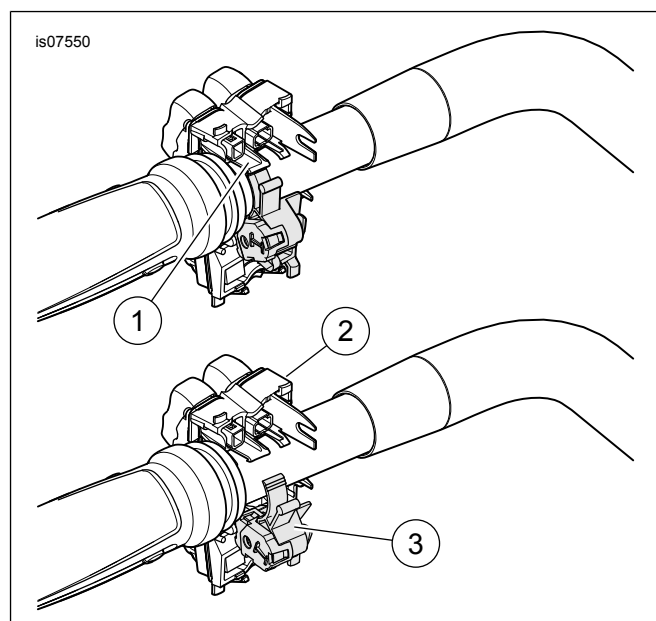

Figure 2. Retirer le bloc commutateur de commande de guidon
- e. Voir la figure 2. Tirer vers le haut sur le dispositif de retenue à cliquet (1).